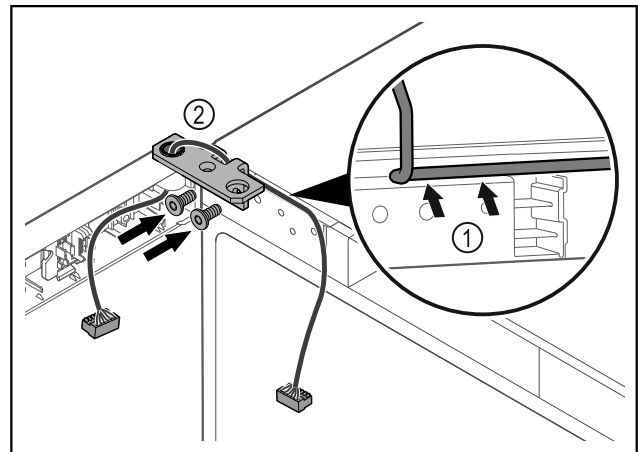

Fig. 58
- Περάστε το καλώδιο μέσα από το άνοιγμα της γωνίας μεντεσέ και τοποθετήστε το προσεκτικά Fig. 58 (1).
- Βιδώστε τη γωνία μεντεσέ Fig. 58 (2).